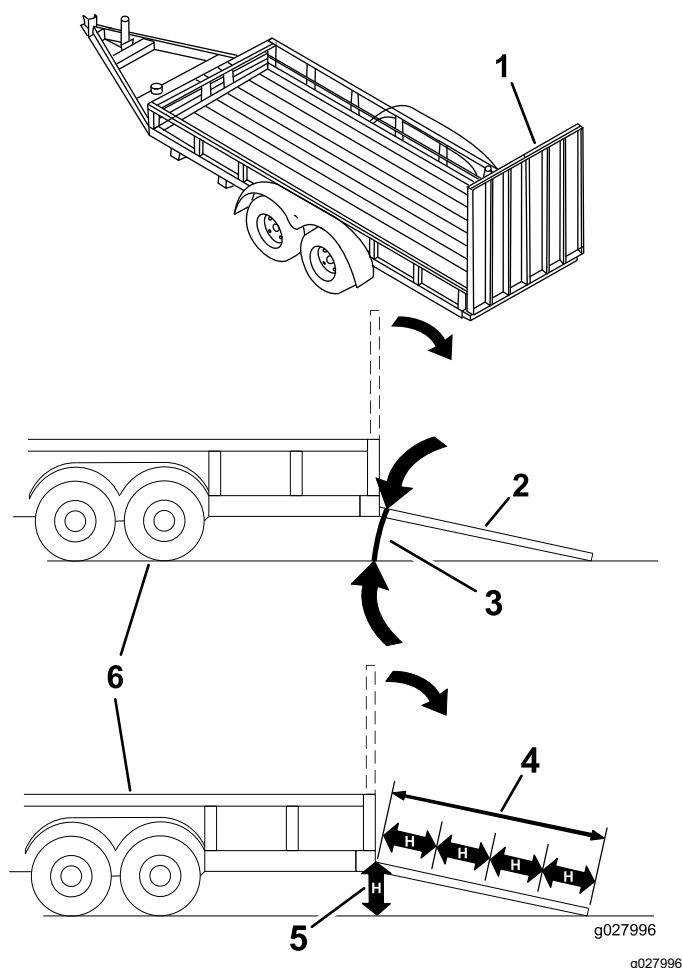

Figure 32
Le chargement de la machine sur une remorque ou un camion augmente le risque de basculement, et donc de blessures graves ou mortelles (Figure 32).
3. Abaissez la rampe pour que l'angle avec le sol ne dépasse pas 15 degrés (Figure 32).
1. Abaissez la rampe pour que l'angle avec le sol ne dépasse pas 15 degrés (Figure 32).